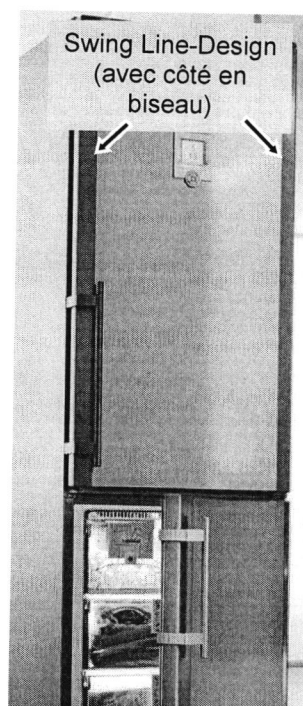

Fig. 8
- Exemple de produit avec SwingDesign avec bord biseau, voir Fig. 8.